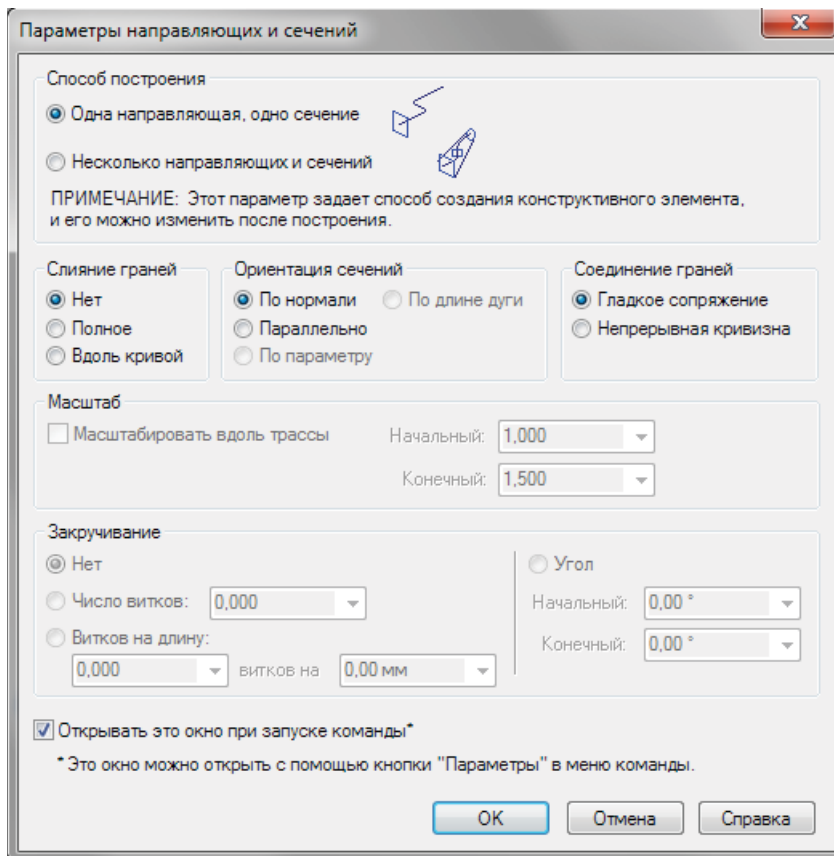

Рис. 2.3.22. Окно Параметры направляющих и сечений
1. После щелчка ЛКМ по иконке команды появляется окно **Параметры направляющих и сечений** (рис. 2.3.22), в котором задается количество направляющих и сечений, параметры ориентации сечений относительно трассы, параметры слияния граней, параметры масштабирования сечения вдоль трассы и закручивания вокруг нее (параметры масштабирования и закручивания становятся доступны только после выполнения всех шагов команды). Нажатие на кнопку **ОК** открывает доступ к меню команды. Снова вызвать это окно всегда можно, нажав кнопку **Параметры** в левом верхнем углу меню команды.